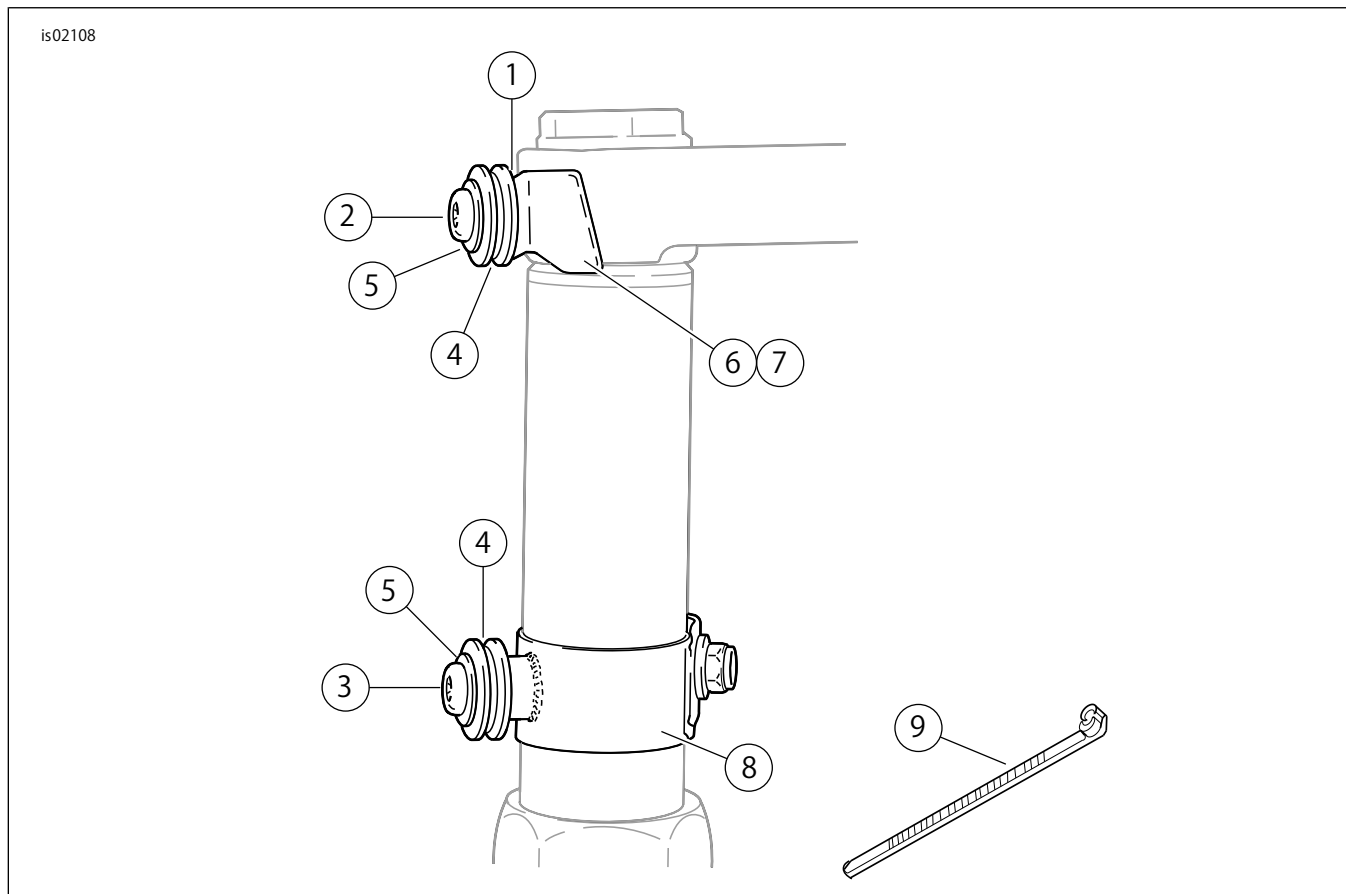
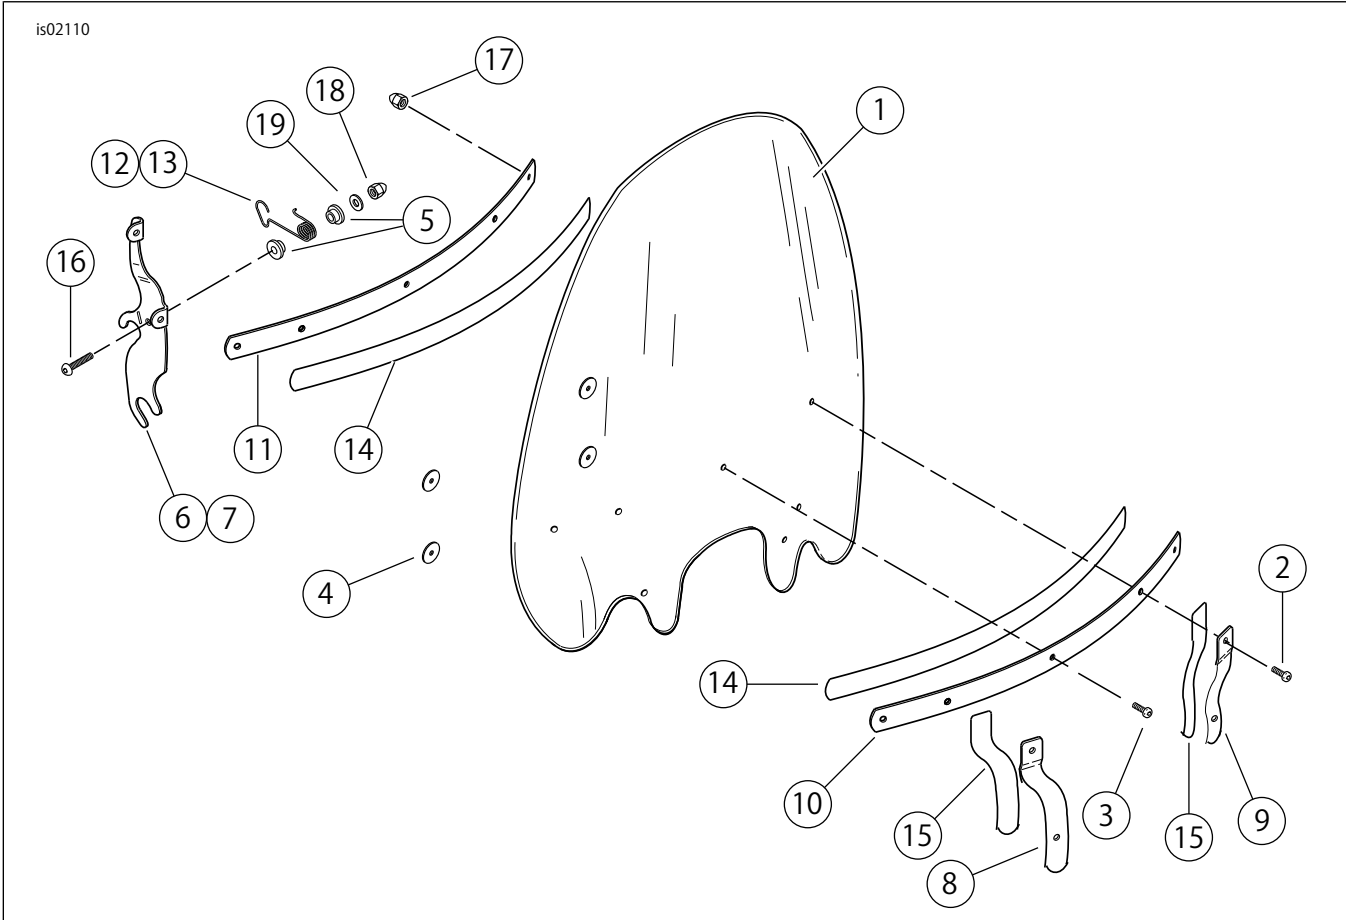

図4. 交換用パーツ: ドッキングハードウェアキット
図5。交換用パーツ：ウィンドシールドキット
「図4」および「表2」、「図5」および「表3」を参照してください。
4. 「図4」を参照してください。ロアウィンドシールドマウント用のマウントハードウェアを組み立てます。次の手順で組み立て、アッセンブリーは緩めておきます。
5. 「図5」を参照してください。図に示すように、アッパーウィンドシールドマウント用のハードウェアを組み立て、ボタンヘッドスクリューを20Nm(15ft-lbs)のトルク値で締め付けます。スペーサー(1)(図では省略)を、リテーナーの配線ブラケット(6、7)とアッパーフォークトリブルクランプの間に嵌めます。
6. ウィンドシールドアッセンブリー上部の2つの「ジョー」を、ブッシング(図4の4)上部の溝にひっかけ、下側のクランプアッセンブリーを、下側のブッシングが下側のウィンドシールドの「ジョー」にしっかりとハマるまで上にスライドします。